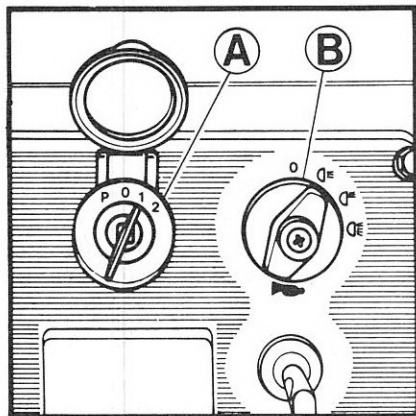
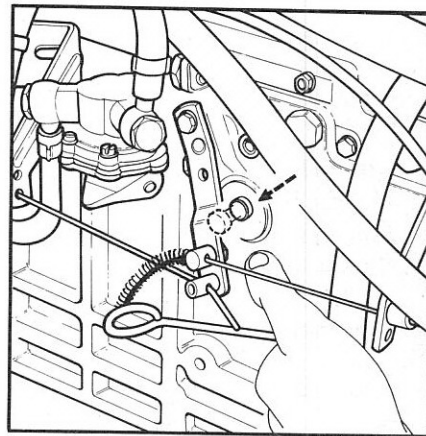

Fig. 11 - Tableau de démarrage et commutateur des lumières.
Fig. 14 - Auxiliaire 7000.
Il sert à activer les circuits électriques du tracteur. La clé peut prendre quatre positions "A" (fig. 11):
- tirer à fond (maximum) le levier de commande de l'accélérateur et introduire l'auxiliaire (fig. 14); introduire la clé dans le tableau (fig. 11) et la tourner sur la position 1. Seuls les voyants de recharge insuffisante et de pression insuffisante doivent s'allumer);